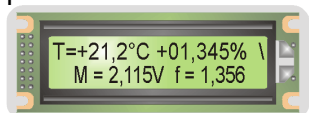

Рис. 1.1.11. Вид ЖКИ БУК в режиме «Тест»
- из ОСНОВНОГО РЕЖИМА перевести влагомер в режим «Тест», одновременно нажав кнопки «ВВОД» и «Град», ЖКИ БУК при этом имеет вид, приведенный на рис. 1.1.11;
- по мере заполнения измерительного пространства контролируемым материалом, параметры сигнала M и f на ЖКИ (рис. 1.1.11) изменяются. Наблюдая за изменением параметров, дождаться, когда изменение прекратится, выключить секундомер;